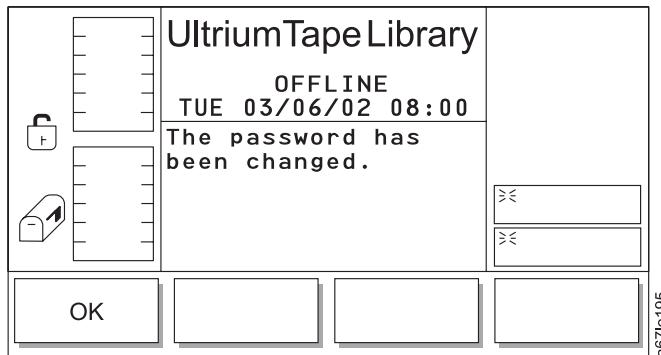

Abbildung 158. Dialog für geändertes Kennwort
- Wird **OK** ausgewählt und wurde das korrekte Kennwort eingegeben, erscheint der Dialog für geändertes Kennwort (siehe Abb. 158 auf Seite 172). Wurde ein falsches Kennwort eingegeben, erscheint die Fehlermeldung You did not enter a valid password.
- Wird **OK** ausgewählt und wurden die korrekten Kennwörter eingegeben, erscheint der Dialog für geändertes Kennwort (siehe Abb. 158). Wurde ein falsches Kennwort eingegeben, erscheint die Fehlermeldung You did not enter a valid password.
Tabelle 107. Übersetzung von Abb. 158, Dialog für geändertes Kennwort